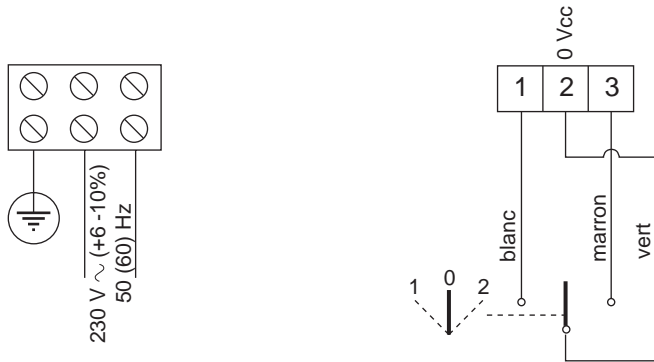

Fig. 12
- ① Fusible F1 1AT/230 Vca - 5x20
- ② Bornier X1 (230 V) - fig. 12
- ③ Bornier X2/X4 basse tension